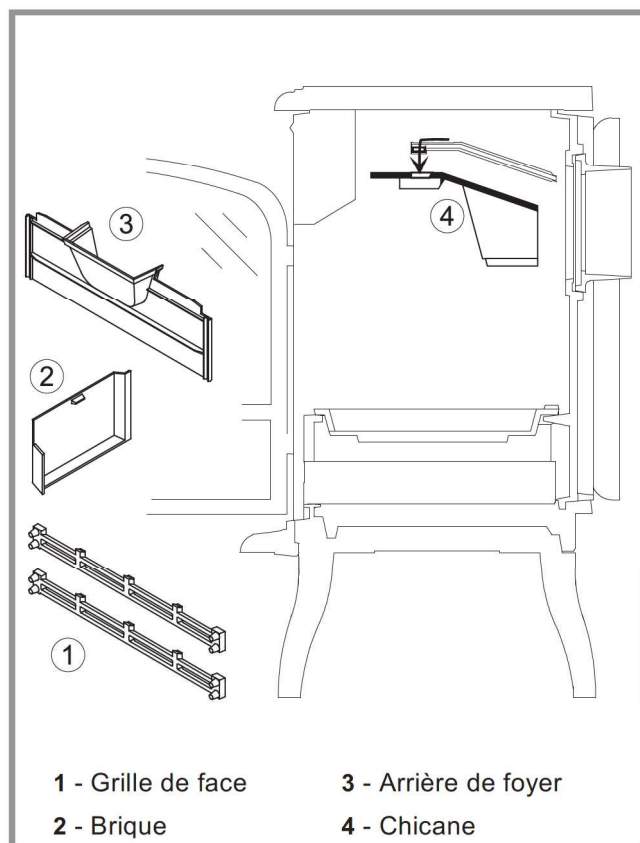

Figure 7 - Dépose de la chicane
- Déposer la chicane (fig. 7, p. 7).
- Déposer préalablement les grilles de face, les briques de foyer, la chicane (fig. 7) et le suppl. de chicane (# 7, fig. 4, page 5, départ dessus uniquement).
- Ouvrir la porte vitrée, éventuellement, ôter les grilles de face (# 1, fig. 7, p. 7), nettoyer toutes les parois de la chambre de combustion et nettoyer la grille de foyer.